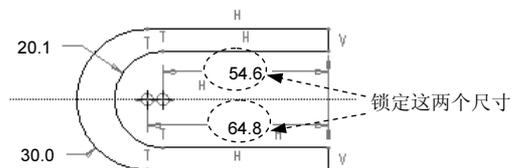

图 2.14.10 锁定有用的尺寸标注
Step 3 锁定有用的尺寸标注。在图 2.14.10 所示的图形中，单击有用的尺寸，然后右击，在系统弹出的快捷菜单中选择 **锁定** 命令。